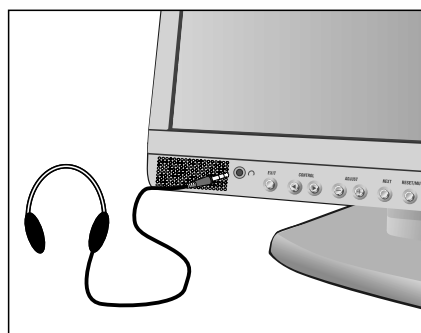

Figure E.1
5. Un casque peut être branché à la sortie " Casque " sur l'avant de la façade du moniteur marqué "  " (**Figure E.1**). Tant que le casque est branché, le son des haut-parleurs est désactivé. Le casque peut-être acheté dans votre magasin de fournitures électroniques local.